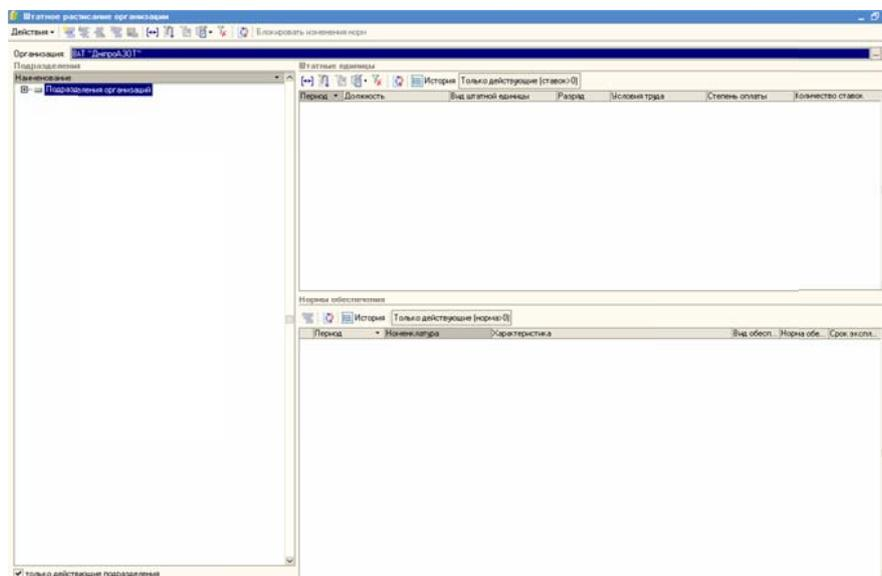

Рисунок 37 – Форма «Штатное расписание»
1. Открыть форму «Штатное расписание» (Рисунок 37), используя главное меню программного комплекса (Планирование -> Штатное расписание).